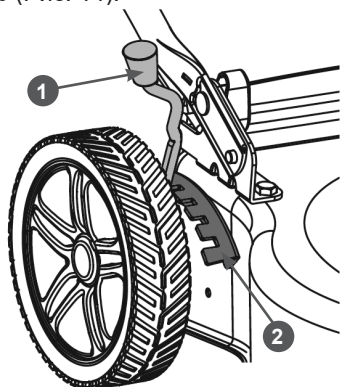

Рис. 14 Регулировка высоты скашивания
1. А) выведите рычаг 1 регулировки из зацепления с зубчатым сектором 2 (Рис. 14);
2. Б) переместите рычаг 1 регулировки в требуемое положение и снова введите в зацепление рычаг и зубчатый сектор (Рис. 14).